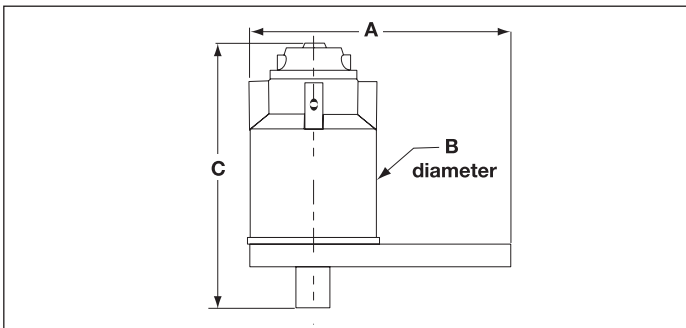

**Fig. 1, Skifte reaksjonsplate**
**ADVARSEL:** Ikke hold i momentforsterkerens reaksjonsstang eller reaksjonsplate (Fig. 1, Del 1) mens momentet settes på. Normal forsterkerbøyning kan skape et klemmepunkt.
**ADVARSEL:** Før HVER bruk bør du kontrollere skruene til reaksjonsplate/stang for å påse at de er stramme (Fig. 1, Del 2).
**ADVARSEL:** Før HVER bruk må du inspisere firkantdriver (Fig. 1, Del 4) for synlige tegn på slitasje eller sprekker. Skift ut ved behov.
En kontrollert utgangs firkantdrivtapp (Fig. 1, Del 4) beskytter indre komponenter i tilfelle maks utgangskapasitet skulle overskrides. Denne overlastbeskyttelsen får drivtappen til å splintre når utgangskraften overskrider fra 103% til 110% av spesifisert utgangskapasitet. En reservedrivtapp er inkludert med momentforsterkeren (E391, E392, E393, E492, E493, E494, E495). (Bestill ekstra reservedeler fra din Enerpac-forhandler.)
3. Monter korrekt størrelse hunn firkantdrivtapphylse på momentforsterkerens utgangsfirkantdrivtapp (Fig. 1, Del 4). Plasser hylsen og momentforsterkeren på festelementet som skal trekkes til.